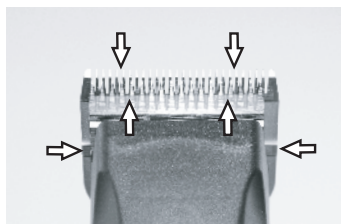

Fig. 24
For å oppnå gode klippemaskinesultater og for å øke levetiden til klippemaskinen og klippehodet, må du påføre et tynt lag med olje mellom det øvre og nedre bladet (fig. 24).
- ▶ Smør bladene tilstrekkelig under klippingen (minst hvert 15. minutt), slik at de ikke går tørre (fig. 24).
Bladene må oljes før, under og etter hver gang de brukes. Hvis knivene på klipperen etterlater striper, er dette en sikker indikator på at du behøver olje. Påfør noen dråper olje foran på sidene av klippebladene (se pilene i fig. 24). Tørk av overflødig olje med en tørr klut. Smøresprayer har ikke nok olje til å opprettholde god smøring, men hjelper til med å kjøle ned bladene. Skadede eller sløve blader må straks skiftes ut for å unngå skader.